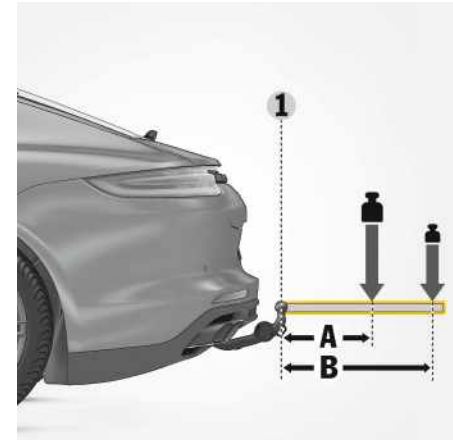

Fig. 87: Principe de répartition de la charge des équipements et accessoires
- Le poids total autorisé (système de transport avec charge utile) est de 75 kg maximum. Néanmoins, si le poids total autorisé est inférieur, la distance du centre de gravité de la charge utile par rapport au crochet d'attelage sera d'autant plus grand **1** (fig. 87).
d'attelage **1** (fig. 87) ne doit pas dépasser 700 mm.